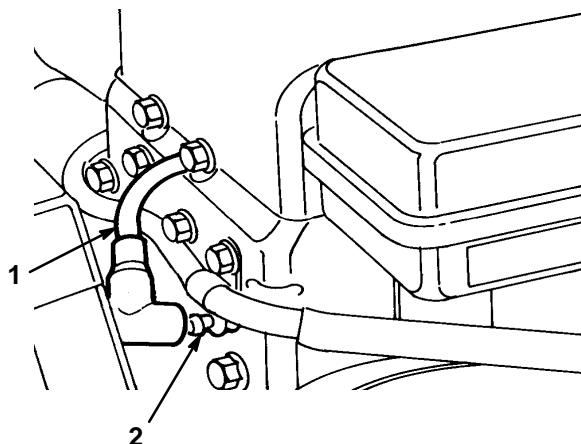

Figure 18
1. Débrancher la bougie (Fig. 18).
2. Débrancher la bougie (Fig. 18).
- Reconnecter le fil à la bougie (Fig. 18).